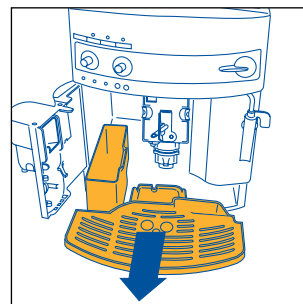

Fig. 16
For at foretage rengøringen luk servicelågen, der findes på forsiden, op (ved at trække i håndtaget, fig. 15); kontrollampen  tændes og blinker (jvf. par. 12 punkt 9); træk dråbeopsamlingsbakken ud (fig. 16) tøm den og rens den. Udtøm og rens kaffegrumsbeholderen omhyggeligt idet du sørger for at fjerne alle eventuelle aflejringer på bunden. Tør også eventuelle kondensdråber op, der har lagret sig inden i maskinen, under dråbeopsamlingsbakken. **VIGTIGT:** når man trækker dråbeopsamlingsbakken ud SKAL man altid tømme kaffegrumsbeholderen, selv om den ikke er fyldt helt op. Hvis denne operation ikke foretages, kan det ske at kaffegrumsbeholderen under de følgende brygninger fyldes for meget op og maskinen derfor tilstoppes af grums.
- træk dråbeopsamlingsbakken og kaffegrumsbeholderen ud (fig. 16) og vask dem;